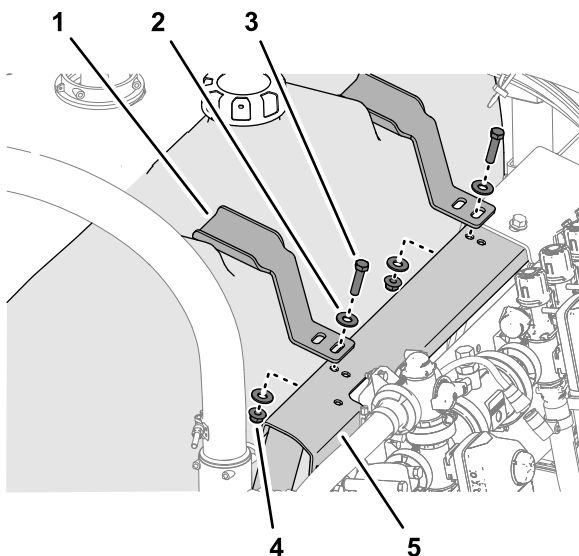

Рисунок 16
1. Совместите прижимной кронштейн с углублениями в верхней части промывного бака (Рисунок 16).
2. Совместите паз в прижимном кронштейне с отверстием в креплении клапана (Рисунок 16).
3. Установите, не затягивая, прижим на крепление клапана (Рисунок 16) с помощью болта (3/8 x 1 1/2 дюйма), 2 шайб (3/8 дюйма) и фланцевой контргайки (3/8 дюйма), которые вы сняли при выполнении действий, описанных в разделе Снятие промывочного бака \(страница 6\).
4. Повторите действия, описанные в пунктах 1 – 3, для другого прижима на другом углублении промывочного бака (Рисунок 16).